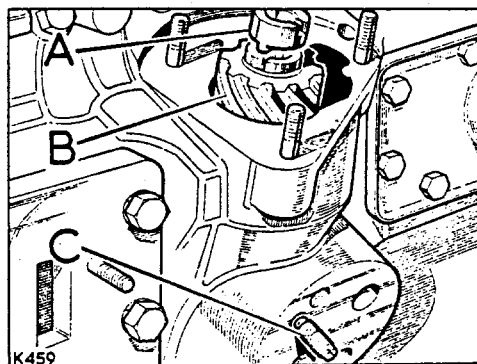

Abb. A1-59. Aufbau des Verteilerantriebes
4. Das kleine Loch in der Lagerbüchse des Antriebsrades mit demjenigen auf der Auflagefläche des Hauptstromölfilters zur Uebereinstimmung bringen, und die Halteschraube einschrauben. Siehe Abb. A1-59.